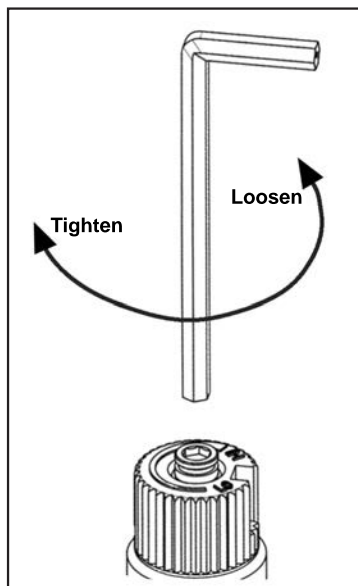

Figure 17: Enlever la vis de la vanne.
- b) Insérez une clé Allen de 5/32" ou 4 mm dans la rainure hexagonale de la vis (voir Figure 17), tournez-la dans le sens inverse des aiguilles d'une montre jusqu'à ce qu'elle soit libre et extrayez-la.
- e) À l'aide de la clé Allen comme illustré à la Figure 17, tournez la vis dans le sens des aiguilles d'une montre jusqu'à un couple de 9 pouces-livres. ATTENTION! Ne pas trop serrer la vis. Il est recommandé de saisir la clé par le côté court.